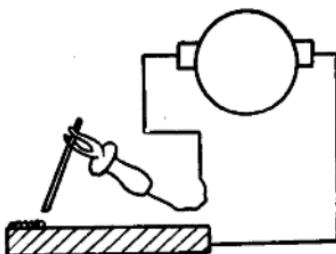

图3. 金属电极电弧焊
1. **金属电极电弧焊**。系一端与金属电极连结，一端与被焊金属连结，而电弧则发生于金属电极与被焊金属之间。金属电极（焊条）于电弧中熔化后，同时又成为填充材料，而形成焊波，如图 3。